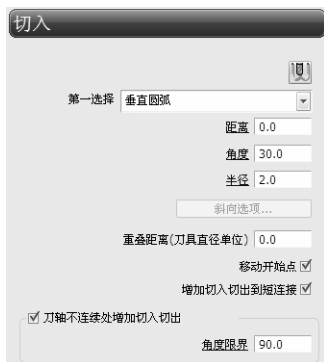

图 3-116 “切入”选项卡
1) 选择“切入”选项，选择“垂直圆弧”切入方式，设置“距离”为 0.0，“角度”为 30.0，“半径”为 2.0，如图 3-116 所示。